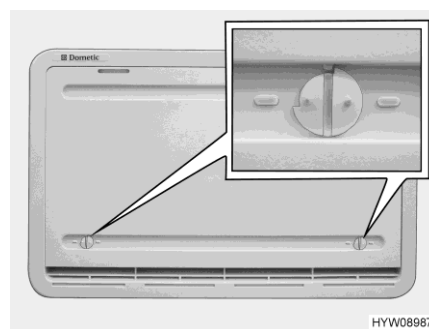

Fig. 204 Protection hivernale (grille d'aération du réfrigérateur)
La protection hivernale (Fig. 204) protège le groupe frigorifique de l'air froid. Placer des protections hivernales devant les deux grilles d'aération du réfrigérateur quand la température extérieure est inférieure à +10 °C (fonctionnement au gaz et fonctionnement électrique).
- Ouvrir les deux dispositifs de verrouillage (Fig. 204) (la rainure est à l'horizontale).